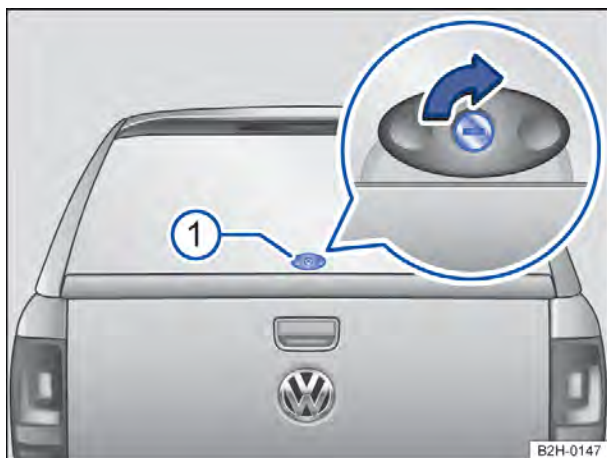

Fig. 32 Abrir a capota rígida do compartimento de carga.
- Para destravar, introduzir a chave no cilindro de fechamento da manopla ⇒ Fig. 32 ①.